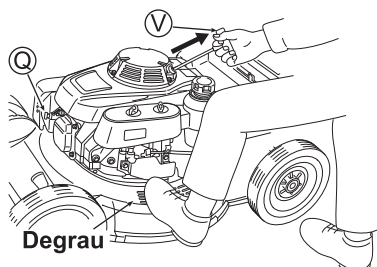

Fig. 12
(Veja a fig. 12)
- 4 Para acionar o motor, pise no degrau da carcaça, puxe levemente a manopla de partida (V) e pare temporariamente na posição onde você sentir uma resistência ao puxar a manopla (veja a fig. 12); a seguir, puxe-a fortemente a partir daquela posição. Depois disso, retorne lentamente a manopla de partida (V).